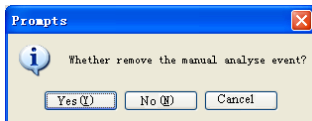

Figura 5.45
- 4) Facendo clic su "Reanalyse", (Rianalizza) verrà visualizzata la finestra di dialogo mostrata nella Figura 5.45 fare clic su "Yes(Y)" per eliminare tutti i vecchi dati analizzati manualmente ed eseguire una nuova analisi; fare clic su "No(N)" per eseguire una nuova analisi senza eliminare i dati analizzati manualmente; fare clic su "Cancel" (Annulla) per annullare l'operazione di rianalisi.